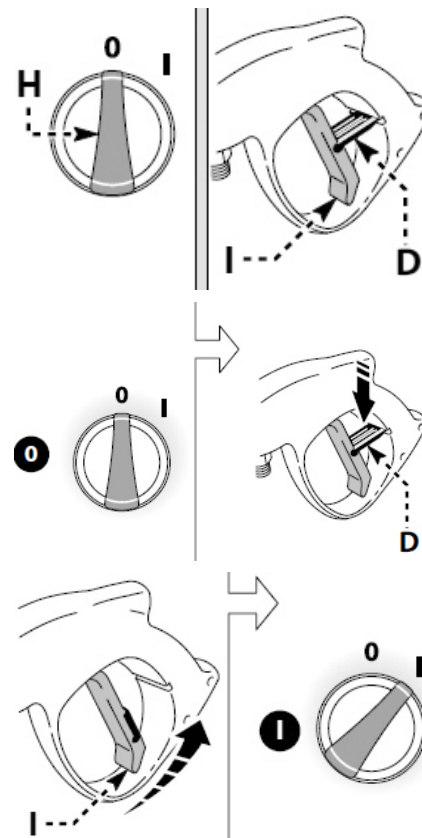

Abb. 11: Bedieneinrichtung
Hebel der Pistole (Pos. I, Abb. 11)
Schritt 3: Die Verriegelung (Pos. D, Abb. 11) der Pistole lösen.
Schritt 3: Die Verriegelung (Pos. D, Abb. 11) der Pistole betätigen.
Schritt 1: Die Verriegelung (Pos. D, Abb. 11) der Pistole lösen.
Schritt 6: Die Verriegelung (Pos. D, Abb. 11) der Pistole wieder betätigen.